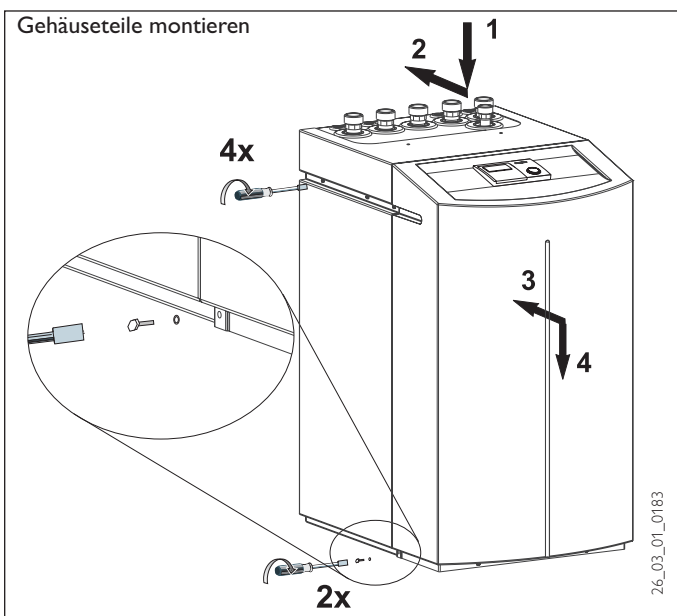

Abb. 11
- Beim Anbringen der Fronthaube muss diese, wie in Abb. 11 dargestellt, mit den Seitenwänden verschraubt werden (Schrauben und Zahnscheiben enthalten im Beipack).